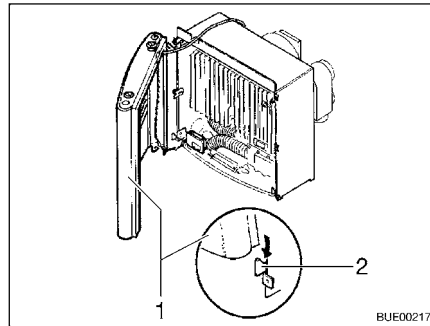

Fig. 119 Revestimiento de la calefacción, orejetas de sujeción
- Montar el revestimiento de la calefacción. Para ello situar el revestimiento (Fig. 119,1) en las orejetas de sujeción inferiores (Fig. 119,2).